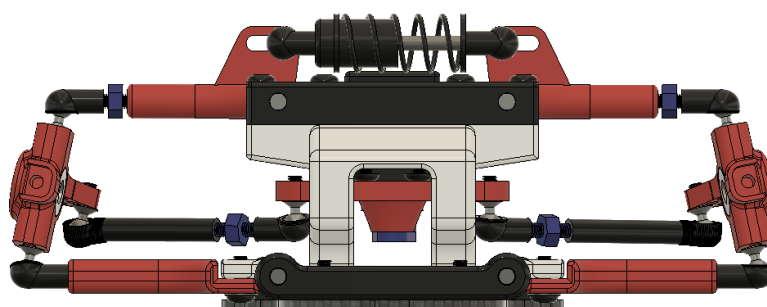

Figura 11
- En el chasis original AWD, el chasis viene con doble amortiguador delantero, uno por cada brazo, pero en este kit, solo se utilizará un amortiguador (figura 11), que irá de brazo a brazo superior, esto reduce la configuración de unos buenos reglajes.